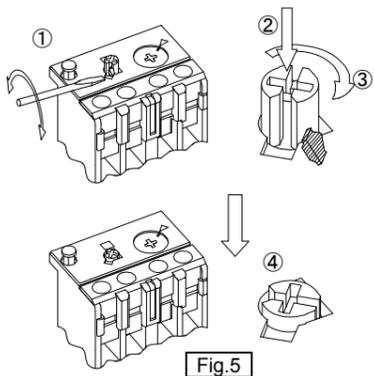

Fig.5
- 从手动复位转换到自动复位时，请确认以下操作：如标记①那样将细一字螺丝刀插入表示盖的槽中，切除挡角。如标记②③那样按复位棒，向顺时针方向旋转至停止。保持标记④那样的状态。(Fig.5)
- To change over from manual reset mode to automatic reset mode, keep the reset button pushed by the procedure shown in Fig.5.
- 手動リセットから自動リセットに切替える時は、①細いマイナスドライバなどを表示カバーの溝に入れ、ストップを削除してください。②リセット棒を押しながら、③時計方向に止まるまで回して、④のように保持されることを確認してください。(Fig. 5)